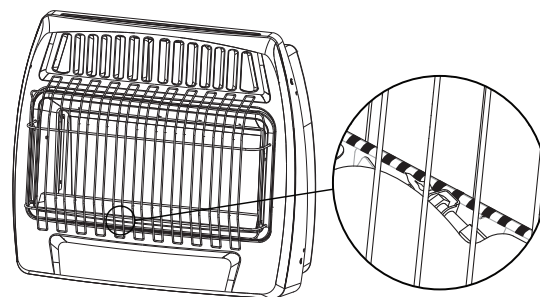

Fig. 24 - Ubicación de la llama del piloto
6. Con la perilla de control oprimida, presione el encendedor eléctrico hasta que el piloto se encienda. El piloto es visible centrado debajo del quemador principal, detrás de la parrilla delantera. (Ver Fig. 24 en la página 19)
7. Mantenga oprimida la perilla de control durante (30) segundos después de que el piloto encienda. Suelte la perilla de control.
6. Con la perilla de control oprimida, repetidamente presione el encendedor eléctrico hasta que el piloto se encienda. El piloto es visible centrado debajo del quemador principal, detrás de la parrilla delantera. (Ver Fig. 24)